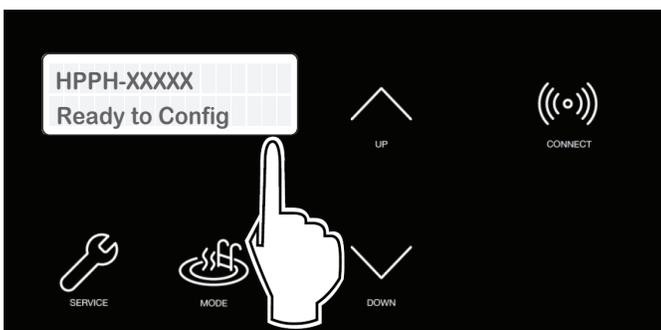

Figure 71. Wi-Fi prêt à être configuré et identifiant du réseau sans-fil
- Le menu CONNECT (Connexion) affiche l'état du Wi-Fi, pour signaler que la connexion sans fil est « prête », ainsi que l'identifiant de réseau. Voir Figure 71.